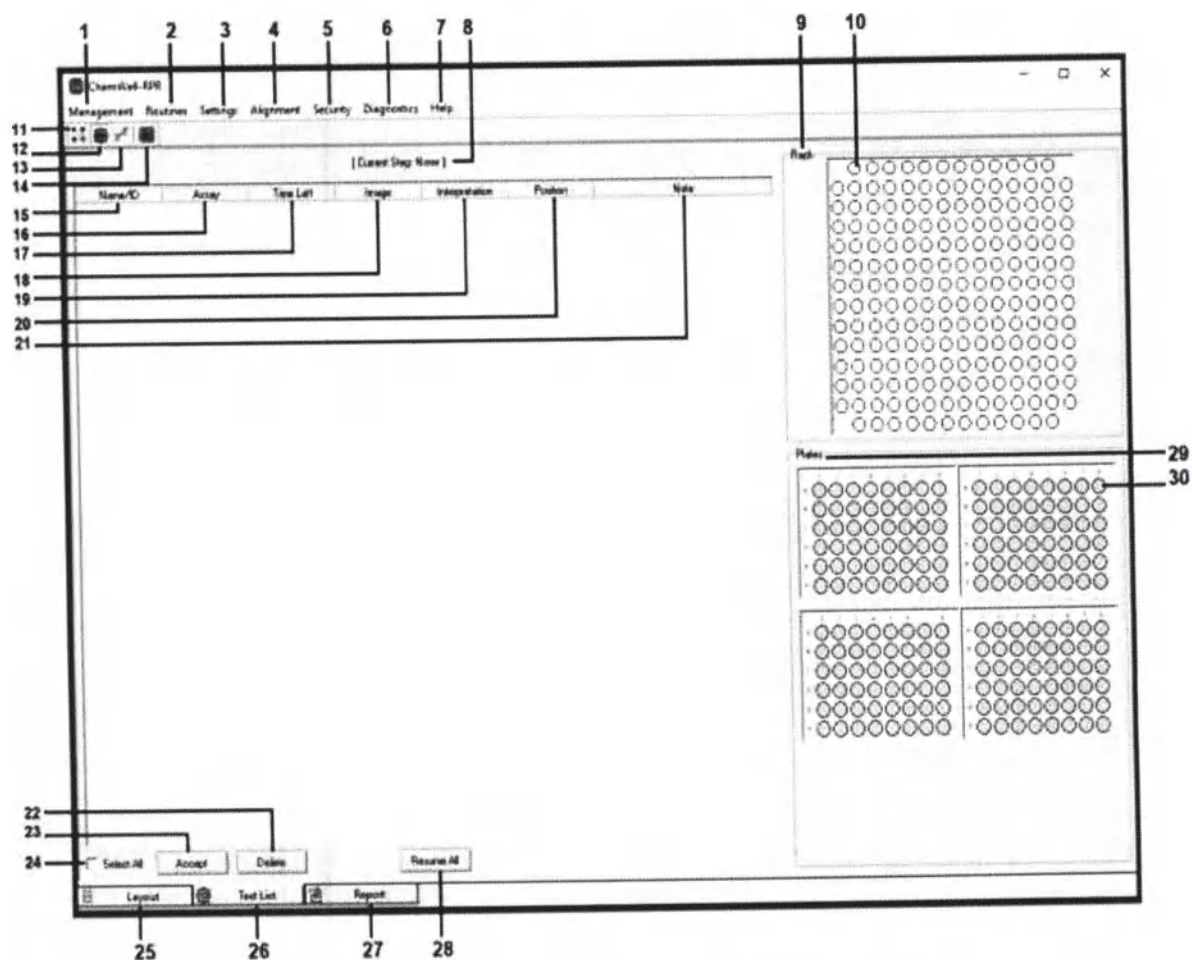

Рисунок 13. «Test list» (Список проведенных анализов).
- «Test list» (Список проведенных анализов) (Рисунок 13);